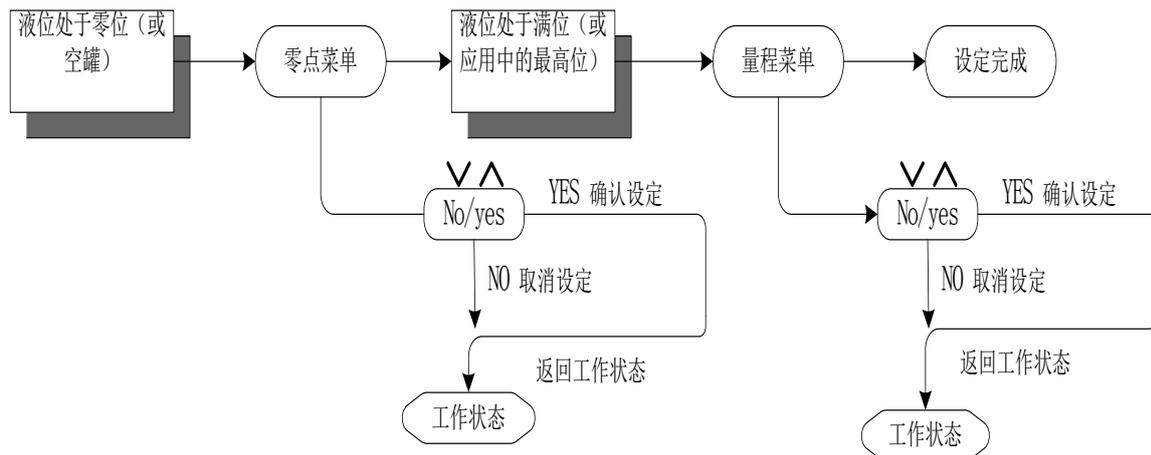

图 14 液位计调试流程
- 1、 调试流程如图 14。
称重显示仪表，是与传感器配套，构成系统的高性能、多功能、智能化称重显示专用仪表（见图14）。称重显示仪适用于为冶金、化工、制药、食品和其它工业应用而设计的高品质PANTHER系列称重终端之一。采用 $\Delta-\Sigma$ 模数转换及数字处理技术，为工业称重需求提供多种应用方式：称重显示、检重、分选、定值控制等。